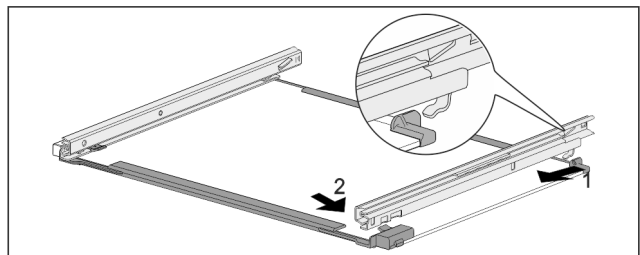

Fig. 188 Glasplatte mit Schienen
- ▶ Schiene hinten einhaken. Fig. 188 (1)
- ▶ Schiene vorne einrasten. Fig. 188 (2)